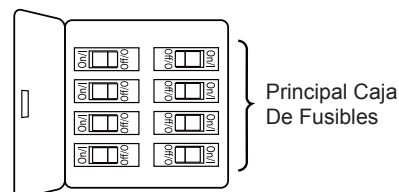

Figura 1
Uso de perfil bajo (Figura 1)
1. Extraiga las tres pestañas estabilizadoras y la bolsa de plástico del motor. Deshágase de las pestañas estabilizadoras. (Figura 1)
Para evitar una posible descarga eléctrica, asegúrese de cortar la alimentación eléctrica de la caja de fusibles principal antes de colgar el ventilador. (Figura 1)
- 1.** Para configurar el código de unidad del receptor. Deslice los interruptores de código a las mismas posiciones que en el transmisor. (Figura 1)